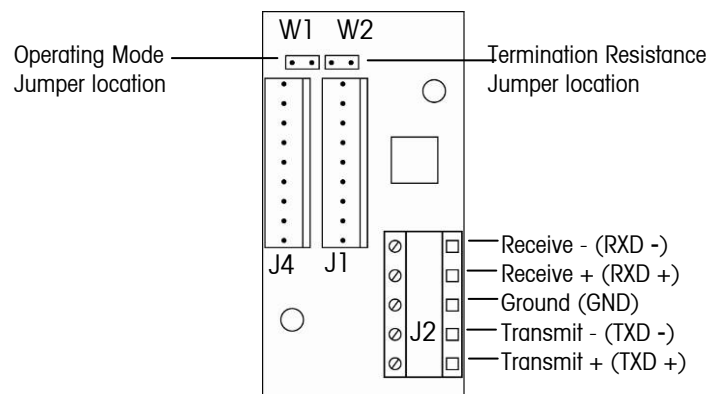

Figura 2.2 Connessioni RS485
- Collegare i cavi al blocco terminale J2 come da figura 2.2.